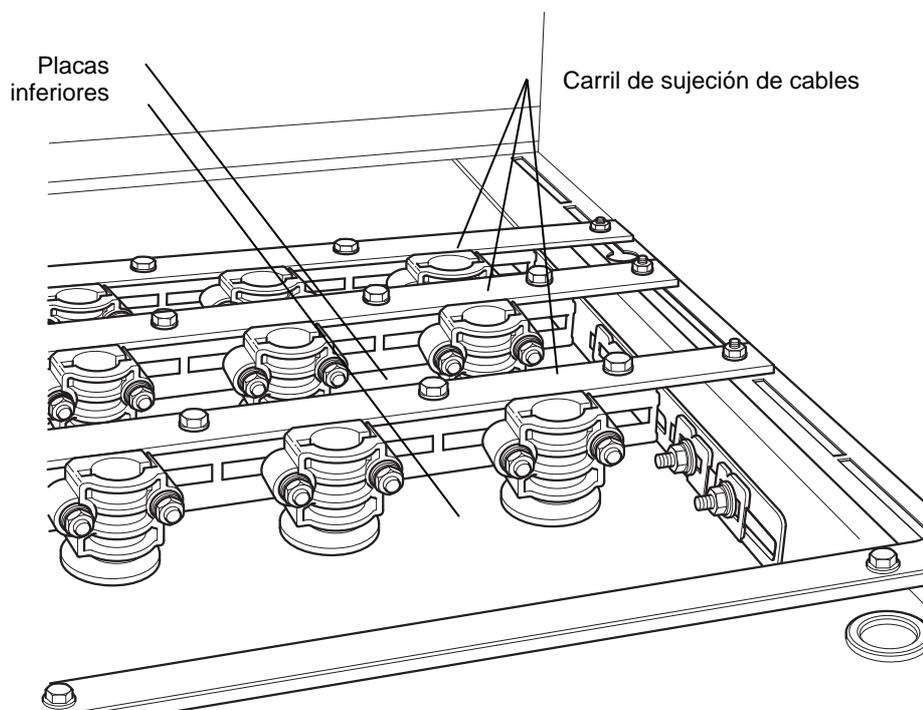

Figura 4.34
- Retirar los carriles de sujeción de cables frontales y las placas inferiores frontales. Dejar los carriles de sujeción de cables traseros y las placas inferiores traseras para montar los cables de potencia. (Véase la figura 4.34).